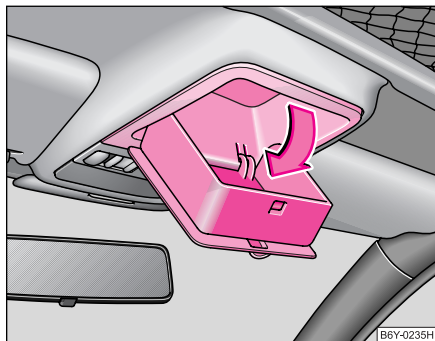

Fig. 188 Detalle del revestimiento interior del techo: Portaobjetos abatible
- Tire de la tapa en sentido de la flecha ⇒ fig. 188, el portaobjetos se abrirá.